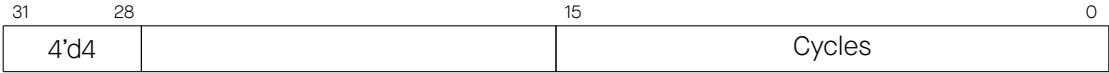

图 30-14. 指令类型 - WAIT
**Operand**    **描述** - 见图 30-14